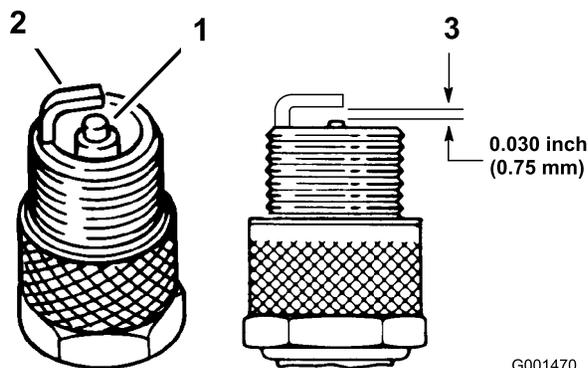

Figura 30
3. Controllate le condizioni degli elettrodi laterale e centrale, e dell'isolatore dell'elettrodo centrale, per accertare che non siano avariati (Figura 30).
4. Impostate la distanza tra il centro e il lato degli elettrodi a 0,762 mm (Figura 30). Montate la candela con la giusta distanza fra gli elettrodi, e serratela a 20 Nm.
4. Impostate la distanza tra il centro e il lato degli elettrodi a 0,762 mm (Figura 30).